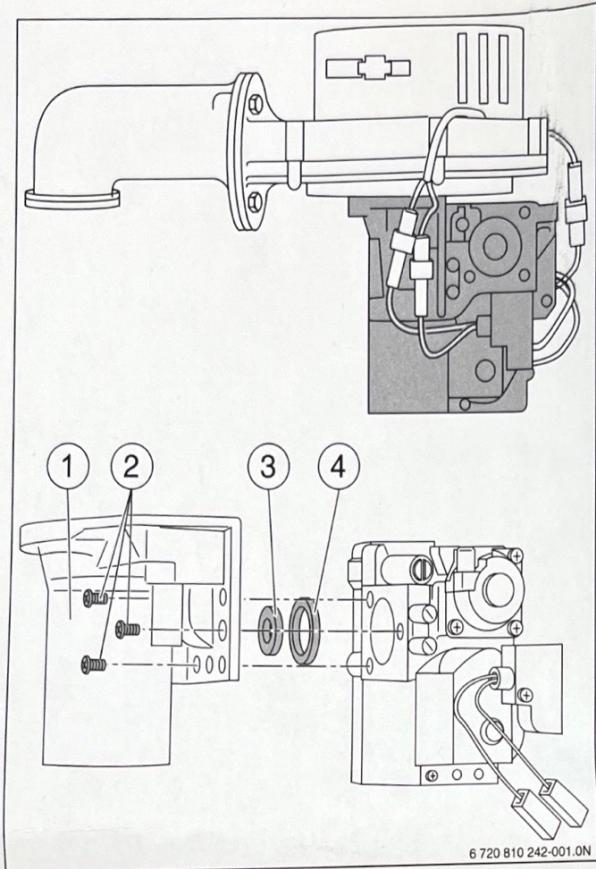

Bild 1 Gasdüse wechseln
- Bei Austausch der Gasarmatur, Gasdüse aus alter Armatur herausnehmen und in neue Armatur einsetzen (→ Bild 1).